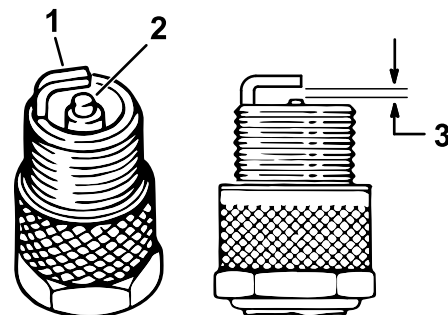

Figura 32
4. Compruebe el estado del electrodo lateral, el electrodo central y el aislamiento del electrodo central para verificar que no están dañados (Figura 32).
5. Ajuste la distancia entre los electrodos central y lateral a **0,76 mm**, como se muestra en la Figura 32.